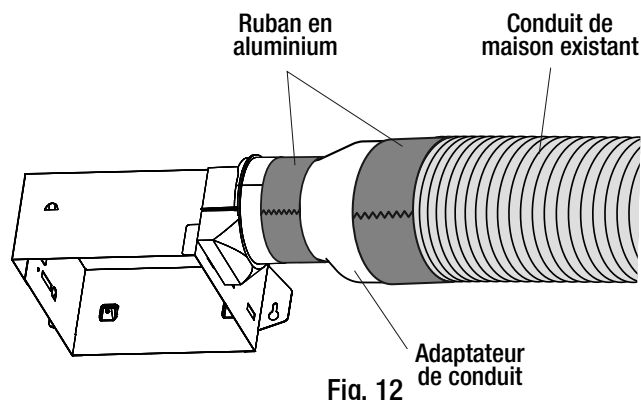

Fig. 12
- Lorsqu'un raccord de conduit flexible ou un adaptateur de conduit est utilisé, placer du ruban en aluminium à chaque extrémité pour fixer le raccord ou l'adaptateur au conduit existant et au clapet du ventilateur. Voir la figure 12.